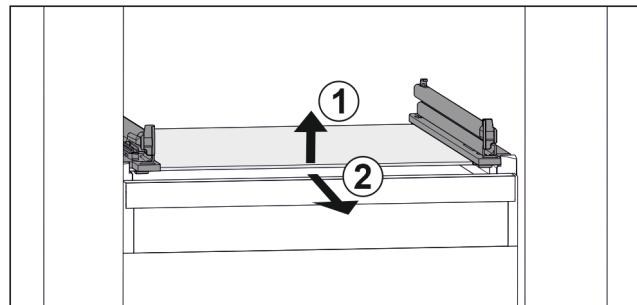

Fig. 137 Приближене відображення скляної пластини
- Підняти скляну пластину спереду. Fig. 137 (1)
- Вийняти скляну пластину рухом вперед. Fig. 137 (2)